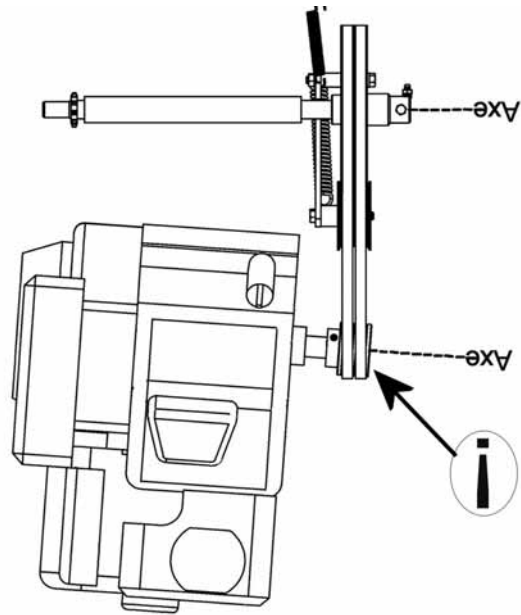

Figure 1
**NOTE: Les figures 1 et 2 montrent un moteur mal positionné.**